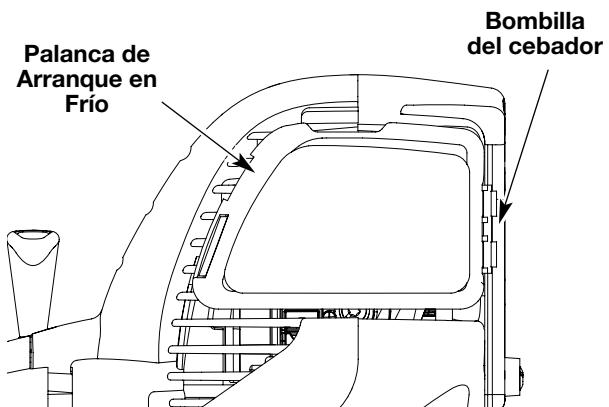

Fig. 10
2. Coloque el pico del recipiente de gasolina en el orificio de llenado del tanque de gasolina (Fig. 10) y llene el tanque.
3. Oprima completamente el cebador y suéltelo 10 veces. Hágalo lentamente. Se deberá ver un poco de **combustible en el cebador** y en las tuberías de alimentación de combustible (Fig. 10). Si no puede ver el combustible en el cebador, oprímalos y suéltelos tantas veces como sea necesario hasta que vea combustible en el mismo.